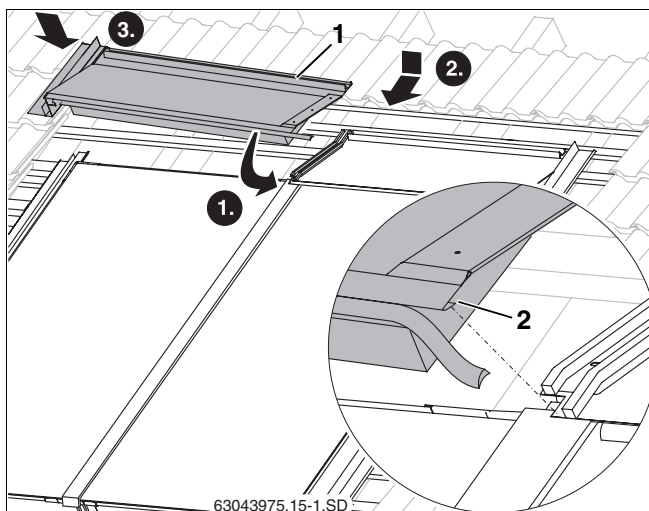

Fig. 57 Chapa protectora superior izquierda
- ▶ Enganche el resto de chapas protectoras superiores con la unión de la chapa (fig. 57, **pos. 2**) en la chapa protectora montada y, a continuación, deslícelas hacia el colector.
- ▶ Introduzca la chapa protectora superior izquierda (fig. 57, **pos. 1**) en la chapa protectora lateral izquierda.